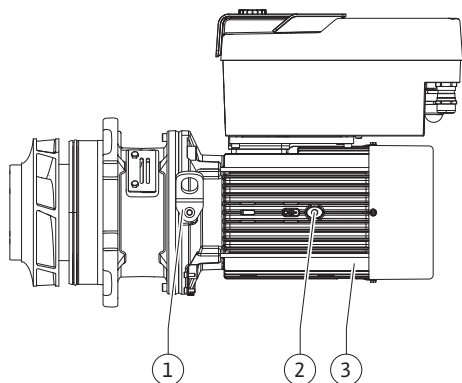

Fig. 108: Kit embrochable
13. Insérer le kit embrochable (voir Fig. 108) dans le corps de pompe, dans l'ancienne position ou à un angle différent. Respecter les positions de montage admissibles des composants (voir le chapitre « Positions de montage autorisées et modification de la disposition des composants avant l'installation » [► 25]).
14. L'utilisation de goujons de montage est recommandée (voir le chapitre « Accessoires » [► 20]). Lorsque le guidage de la lanterne est sensiblement engagé (environ 15 mm avant la position finale), il n'y a plus de risque de basculement ou de coincement. Dès que le kit embrochable est sécurisé par au moins une vis (Fig. I/III, pos. 10 ou Fig. III/IV, pos. 29), les éléments de fixation peuvent être retirés des œillets de transport.
15. Visser les vis (Fig. I/III, pos. 10 ou Fig. III/IV, pos. 29) sans toutefois les serrer entièrement. Le kit embrochable s'insère dans le corps de pompe à mesure que les vis sont serrées.